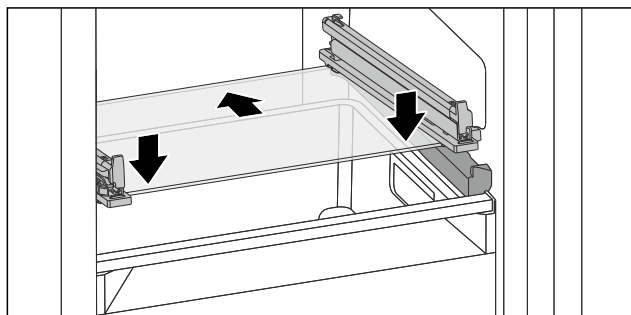

Fig. 109 Ripiano in vetro del cassetto ribaltabile
- Applicare il ripiano in vetro obliquamente dietro i fermi. (vedere Fig. 109)